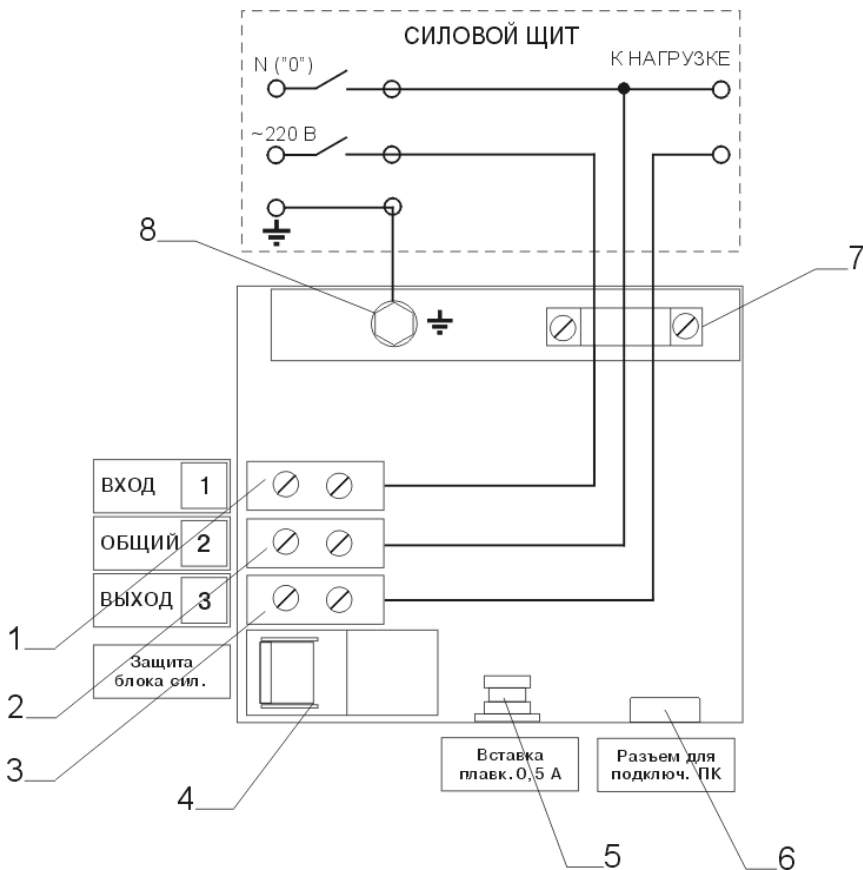

Рис.3. Схема подключения модуля стабилизации.
6.5 Подключение стабилизатора производить в следующем порядке, в соответствии со схемами подключения модуля стабилизации (рис.3) и коммутационного щита (приложение 4).